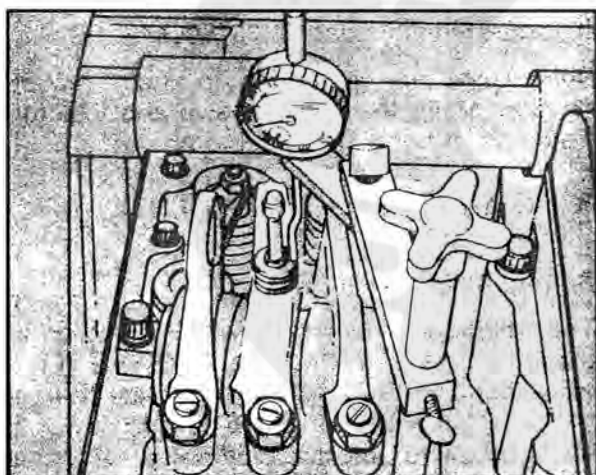

图 2-27 千分表接长杆与柱塞接触
2. 安装好 3375004 千分表和支架，使接长杆位于喷油嘴柱塞顶上（图 2-27）。确保接长杆装在千分表杆上而不和摇臂接触。